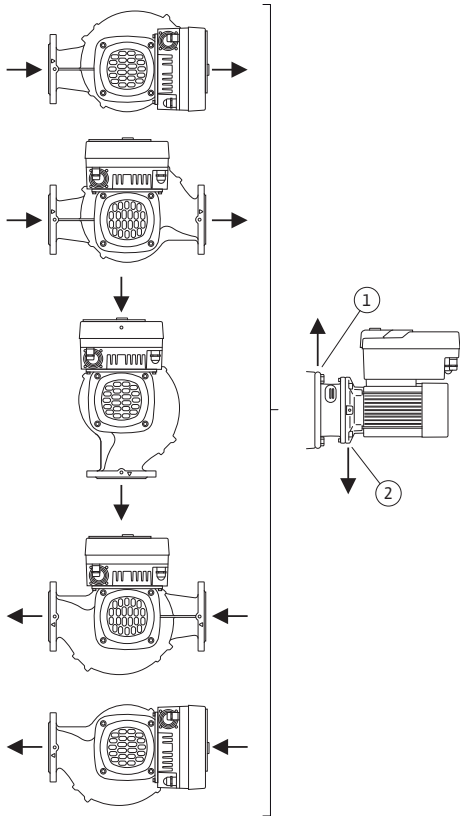

Fig. 16: Zulässige Einbaulagen mit horizontaler Welle
- Bei horizontaler Motorwelle ist die Lage der Kondensatbohrung nach unten erforderlich (Fig. 16, Pos. 2). Gegebenenfalls muss der Motor gedreht werden.